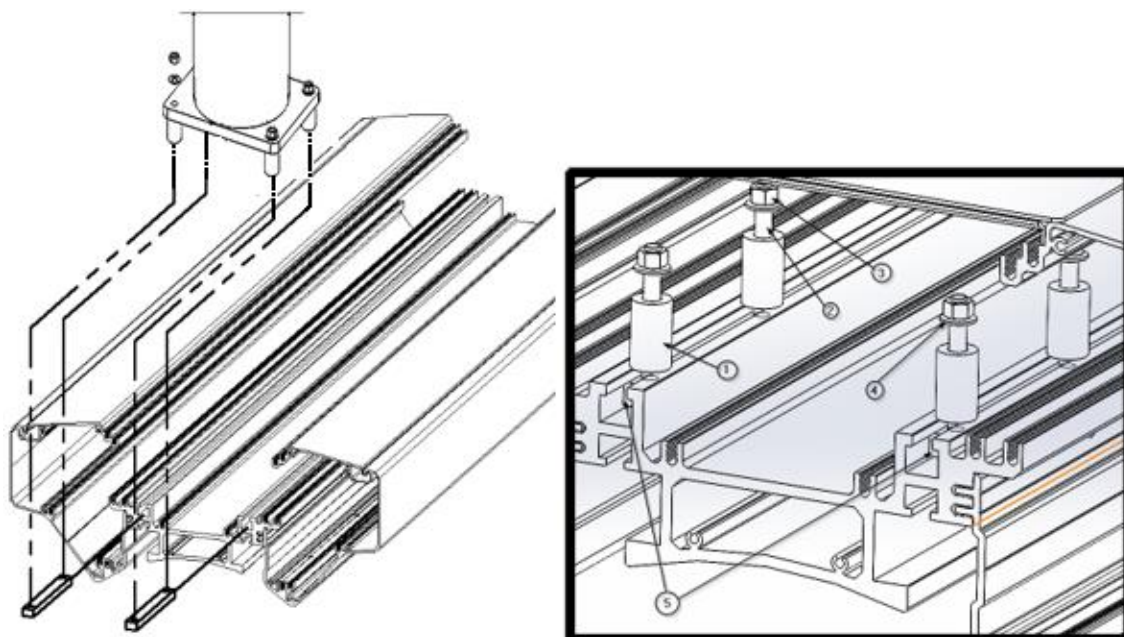

Fig. 13 Schéma d'ancrage d'une section du corps principal d'ABITUS sur une descente de gouttière
des plateaux ⑤, qui sont nécessaires pour la fixation aux tuyaux de descente. Voir l'image de droite dans la figure 13.
- Retirez les écrous hexagonaux M8 ③ ③ et les rondelles de blocage S10 ④ et rangez-les dans un endroit sûr.
- Montez les boulons filetés ② et utilisez-les pour ancrer le châssis de suspension au tuyau de descente, comme indiqué sur l'image de gauche de la figure 13, mais ne les serrez pas complètement.
- Assurez-vous que l'équipement est aligné et de niveau. Serrez ensuite les écrous M8 ③ ③ de tous les tuyaux de descente au couple de 40 Nm.